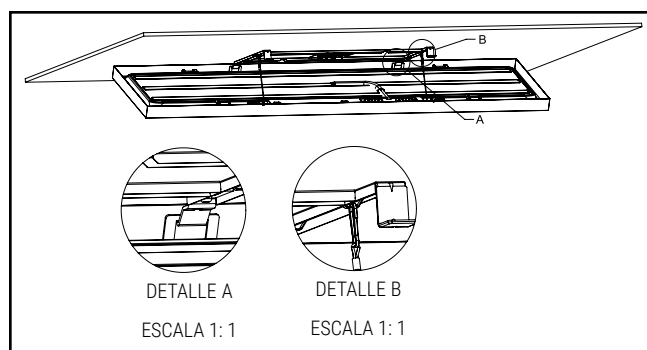

Figura 3.
- Cuelgue la luminaria al soporte de montaje en superficie. Enganche el clip en el gancho (Figura 3, Detalle A). Conecte el cable de seguridad en la presilla del soporte (Figura 3, Detalle B).
3. En el caso de las luminarias de 1x4, 2x2, 2x4 y 6x4, gire y deslice los pestillos para liberar el soporte de montaje y, a continuación, retire el soporte de montaje de las luminarias (ver Figuras 6 y 7). En el caso de las luminarias de 1x1 y 1x2, suelte el soporte de montaje y asegúrese de que los anclajes con resorte estén conectados al soporte (ver Figura 3) antes de volver a conectar el soporte. Tire para asegurarse de que el soporte está trabado.